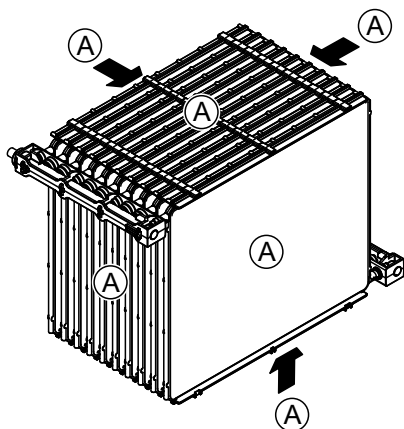

Abb. 16: Membranflächen
7. Überprüfen Sie die Membranfläche "A" (siehe Abb. 16) des Befeuchtereinsatzes auf Staubspuren, Verfärbungen und den Kanal auf Verschmutzungen und Wasserrückstände.